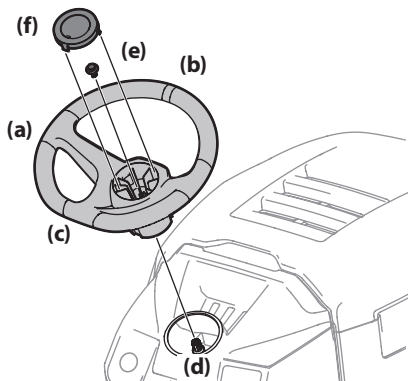

Figura 9
1. Con las ruedas del tractor apuntando recto hacia adelante, alinee el volante (a) usando la línea central (b) de la parte delantera del volante (a) que apunta hacia adelante y la sección plana (c) del volante (a) orientada hacia el asiento, coloque el volante (a) sobre el árbol de la dirección (d). Consulte la Figura 9.
2. Asegure el volante (a) con el perno hexagonal (e) que está debajo de la tapa del volante (f) y ajuste hasta 18-22 pies-libras (24.4-29.8 N-m). Consulte la Figura 9.